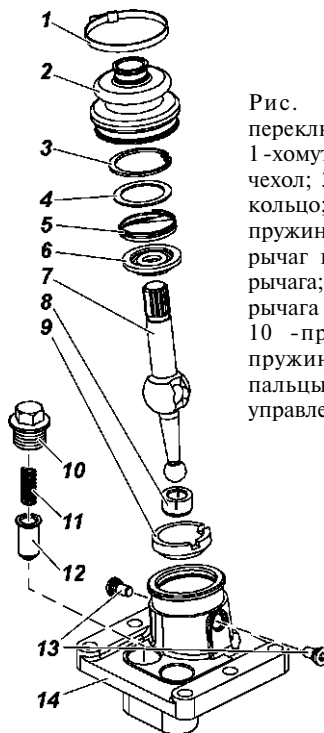

Рис. 6.15. Механизм переключения передач:
1. Снимите хомут 1 (рис. 6.15) и защитный чехол 2.